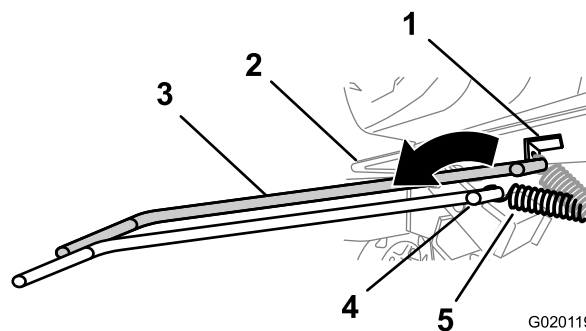

Figure 49
5. À l'aide d'un outil de dépose de ressort (réf. Toro 92-5771), déposez le ressort de la patte d'ancrage sur le plancher moteur (Figure 49).
7. À l'aide d'un outil de dépose de ressort (réf. Toro 92-5771), reposez le ressort de tension sur la patte d'ancrage sur le plancher moteur (Figure 49).